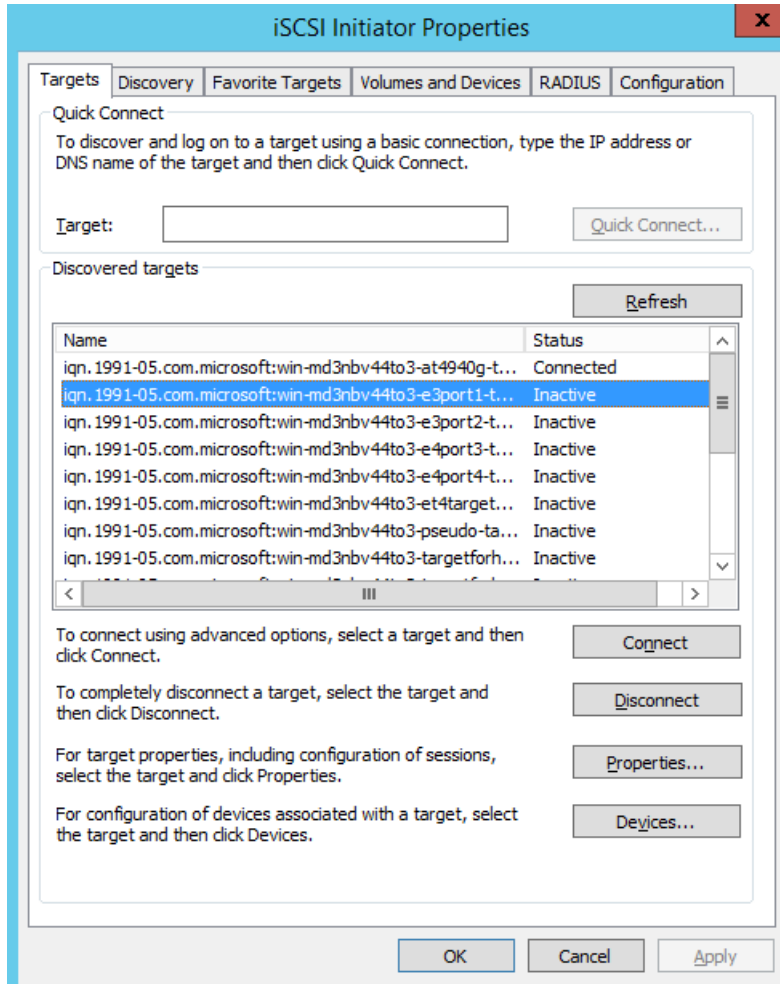

Figure 9-22. Connexion à la cible iSCSI
8. Cliquez sur l'onglet **Cibles**, puis sur la page Cibles (Figure 9-22), cliquez sur **Connexion**.